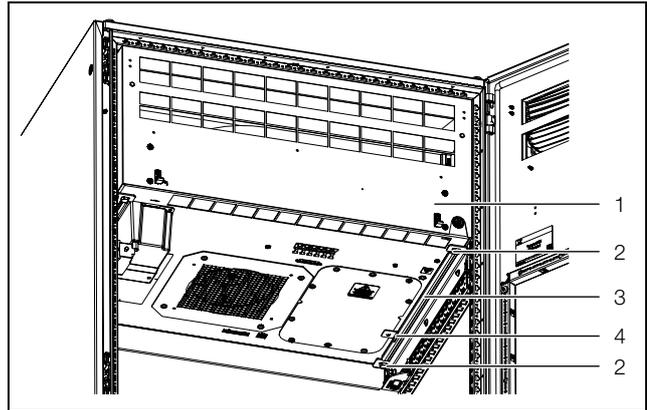

Рис. 27: Крепление холодильного агрегата
- Отвинтите два крепежных винта слева и справа (рис. 27, поз. 2), с помощью которых агрегат закреплен на несущих шинах.